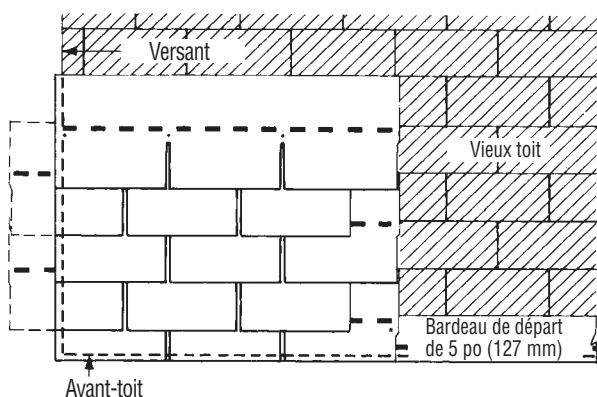

Figure 10-17 : Alignement vertical, imbriqué.
2. Retrancher 6 po (152 mm) d'un côté du premier bardeau de départ et poser la pièce de 30 po (762 mm) restante sur le premier rang des vieux bardeaux, dans le coin inférieur gauche. Ce bardeau et tous les autres qui suivront doivent appuyer contre l'extrémité du vieux bardeau (figure 10-17).
2. Aligner le bord supérieur des bardeaux de 10 po (254 mm) de façon à ce qu'ils appuient contre les jupes des bardeaux de l'ancien troisième rang (figure 10-17).
1. Retrancher 6 po (152 mm) du côté gauche d'un bardeau entier. Appuyer le bord supérieur de ce bardeau de 12 po par 30 po (305 mm par 762 mm) contre le bord inférieur des bardeaux de l'ancien quatrième rang (figure 10-17).
1. Pour les rangs suivants, alterner les bardeaux entiers et les bardeaux de 30 po (762 mm) (retrancher 6 po [152 mm] sur le côté gauche du bardeau) jusqu'en haut du versant en une seule colonne (figure 10-17).